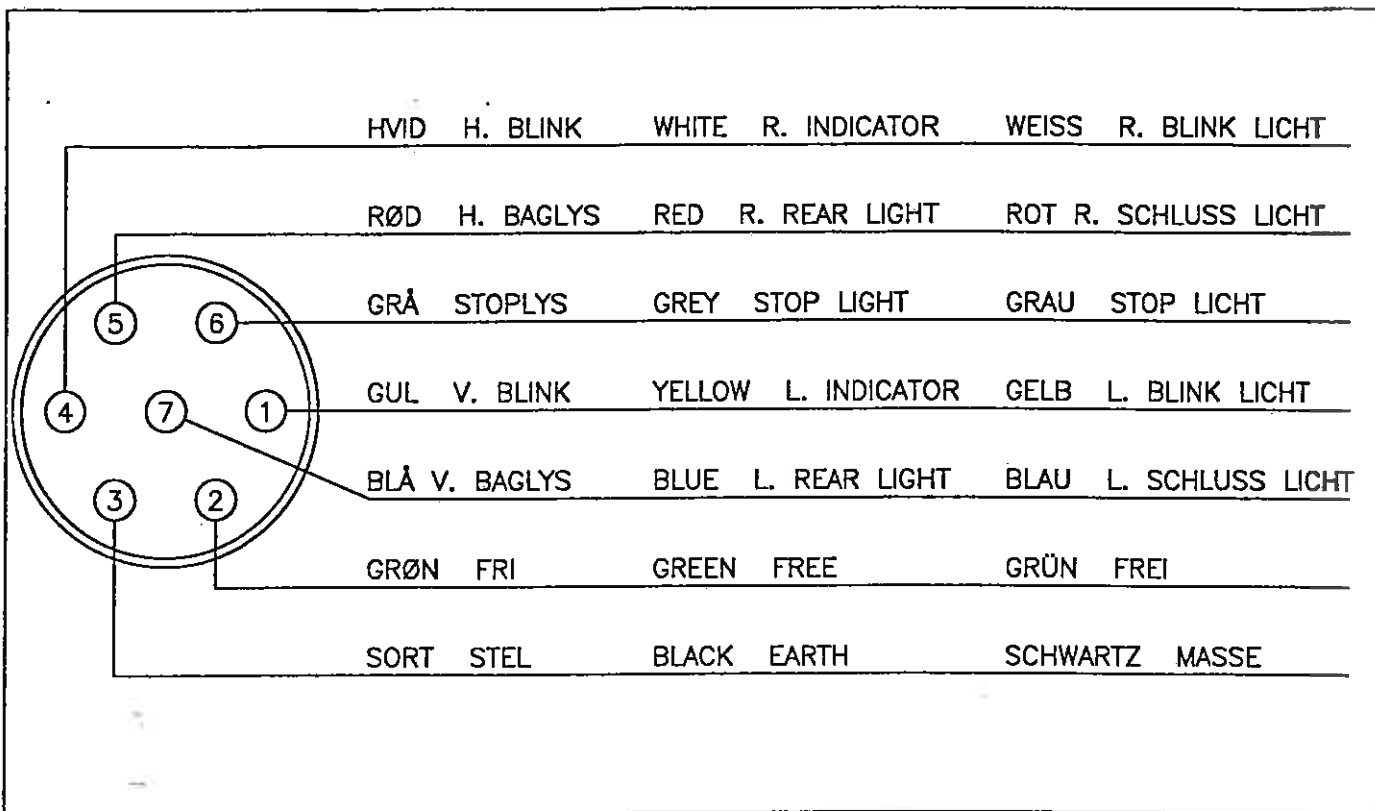

fig. 1.4.A.
- 1.4 Tilslut lys. (Se el-diagram fig. 1.4.A)
- 1.4 Plug in light (el-diagram fig.1.4.A.)
- 1.4 Licht anschliessen (EI-Diagramm Fig. 1.4.A)